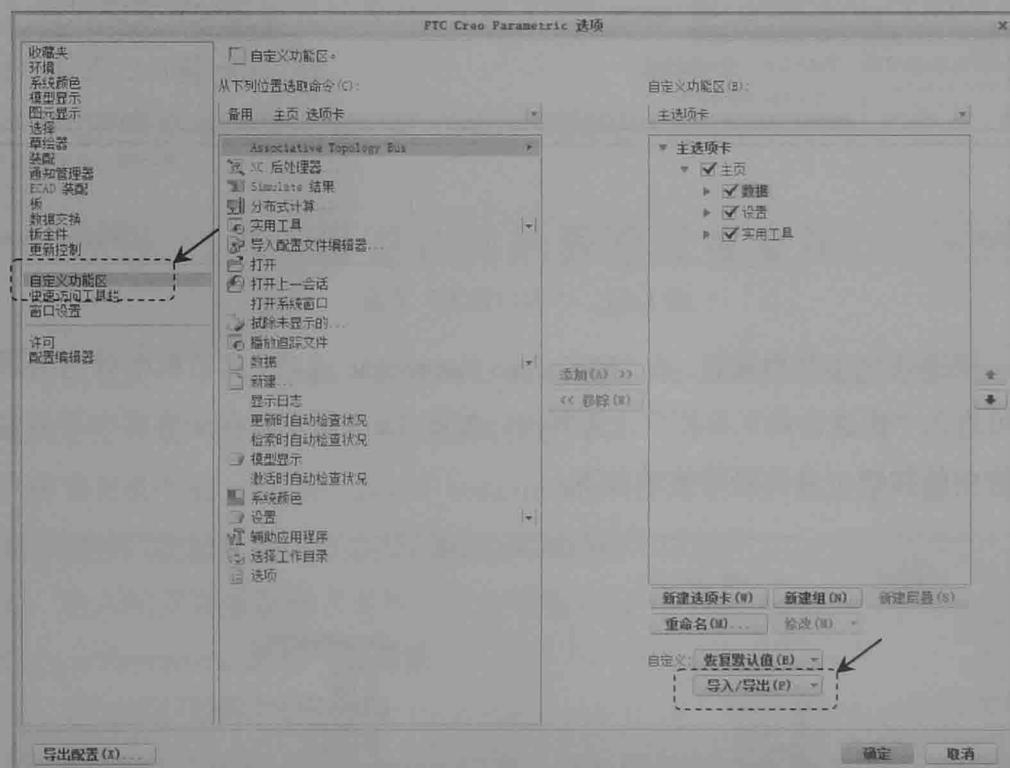

图 1.6.3 “自定义功能区”设置界面
(1) 在“PTC Creo Parametric 选项”对话框的从下列位置选取命令(C): 下拉列表中选择所有命令选项。
(2) 在命令区域中选择 拾除未显示的... 选项，然后单击 **添加(A) >>** 按钮。
(3) 单击对话框右侧的 **↓** 按钮和 **↑** 按钮，可以调整添加的按钮在快速访问工具栏中的位置。
Step4. 功能区设置。在“PTC Creo Parametric 选项”对话框中单击 **自定义功能区** 区域，即可进入“自定义功能区”设置界面。在此界面中可以设置功能区各选项卡中的按钮，也可以创建新的用户选项卡，如图 1.6.3 所示。